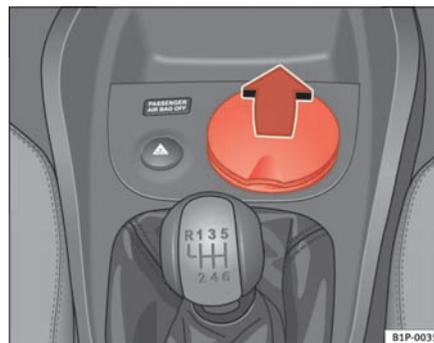

Fig. 99 Cenicero alojado en portavasos delantero
- Para abrir el cenicero, levante la tapa ⇒ fig. 99